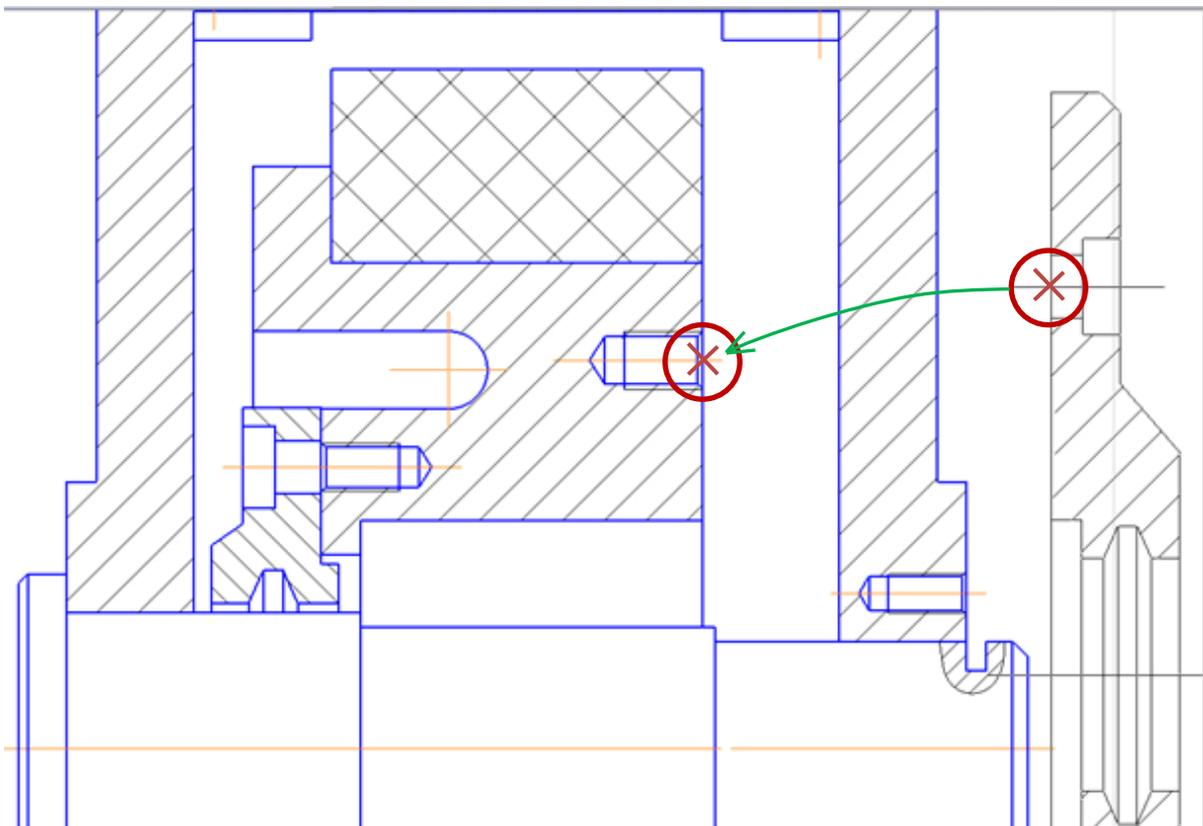

Рис. 4.20. Установка крышки 8
- Выберите базовую точку на колесе, как показано на рис. 4.20, и щелкните ЛК мыши.